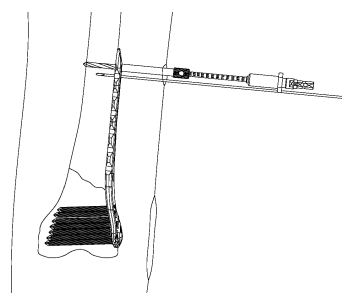

図11
- 12) 骨幹部に4.5 ドリルスリーブを取り付け、4.5 ドリルにてドリル先端が対側皮質から2mm程度突出するまでドリリングします。(図11)